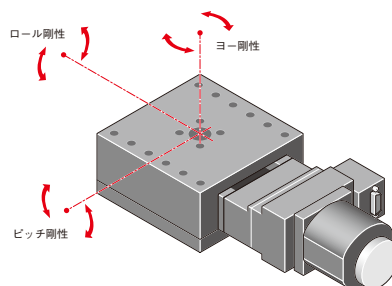

図3-16-1 モーメント剛性
3.16-1 X、XY、Zステージのモーメント剛性[図3-16-1]